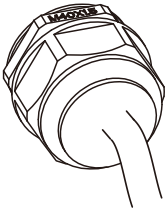

Fig. 5.11 Apriete la caja de conexiones de CA
3) Atornille la tapa de conexión de CA a la carcasa y apriete todos los tornillos para fijar el conector de protección impermeable, como se muestra en la Fig. 5.11.